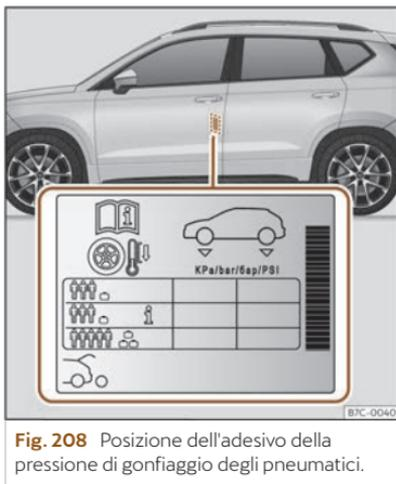

Fig. 208 Posizione dell'adesivo della pressione di gonfiaggio degli pneumatici.
- Adattare la pressione degli pneumatici al carico del veicolo >>> **fig. 208**.
I valori della pressione di gonfiaggio degli pneumatici sono riportati sull'etichetta adesiva situata nella zona posteriore del telaio della porta anteriore sinistra >>> **fig. 208**.
Adeguate la pressione di gonfiaggio degli pneumatici al carico del veicolo. Se il veicolo verrà caricato al massimo, è necessario aumentare la pressione di gonfiaggio al valore di carico più elevato indicato sull'etichetta adesiva >>> **fig. 208**.
Nel caso del ruotino di scorta (125/70 R16 o 125/70 R18), gonfiare alla pressione di 4,2 bar come indicato nell'etichetta della pressione degli pneumatici >>> **fig. 208**.
A seconda del veicolo, è possibile adattare a mezzo carico la pressione di gonfiaggio degli pneumatici per aumentare il comfort di guida (pressione di gonfiaggio **i** >>> **fig. 208**). Quando si circola con la pressione di gonfiaggio comfort, il consumo di carburante può aumentare leggermente.
- Il conducente è responsabile che tutti gli pneumatici del veicolo siano gonfiati alla pressione corretta. La pressione di gonfiaggio consigliata è indicata in un adesivo >>> fig. 208.
- Con gli pneumatici freddi, si deve mantenere sempre la pressione indicata sull'adesivo >>> fig. 208.